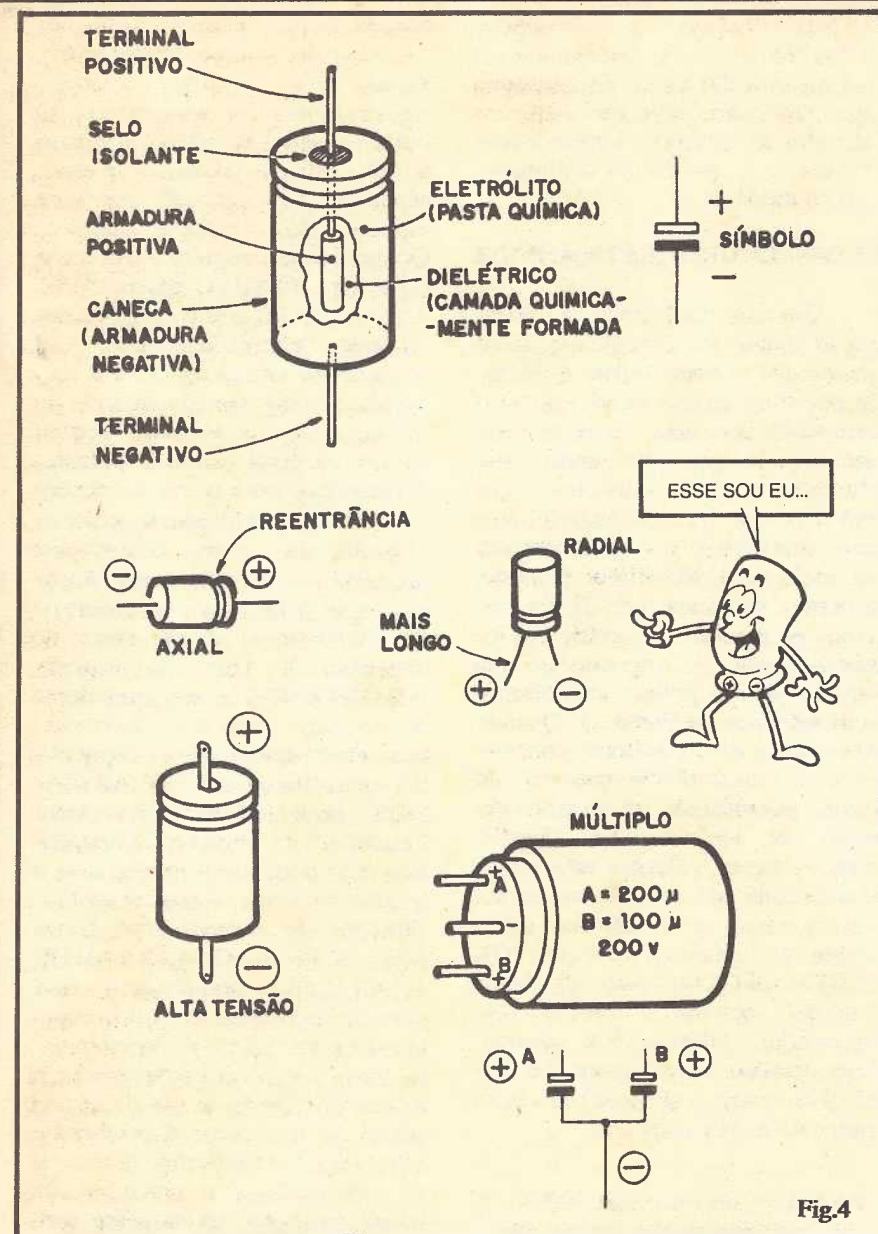

Fig.4
- **FIG. 4** - Capacitor Eletrolítico. O terminal **negativo** é ligado eletricamente à uma espécie de "caneça" metálica (geralmente de
Quanto à disposição dos terminais, os eletrolíticos são normalmente divididos em **dois** tipos básicos: com terminais AXIAIS e com terminais RADIAIS (ver fig. 4). No primeiro tipo, o terminal **positivo** é aquele que sai da peça a partir da extremidade "marcada" com uma espécie de reentrância. Já no segundo modelo, os dois terminais saem do mesmo lado da peça, "marcando-se" o **positivo** com um comprimento maior.
partes do circuito trabalham sob "voltagens" elevadas...) também componentes desse tipo para tensões mais altas. A fig. 4 mostra a "cara" desses, modelos de capacitor eletrolítico para alta tensão, corpo grande, terminais curtos e sólidos.